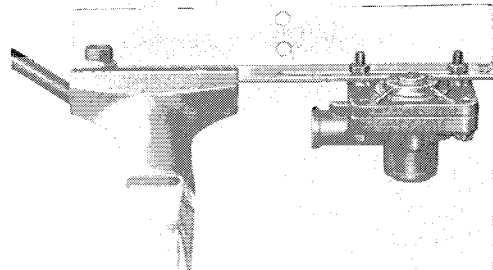

Abb. 2
a) Relaisventil an dem im Schraubstock des Prüfstandes eingespannten Spannwinkel befestigen. (siehe Abb. 2)